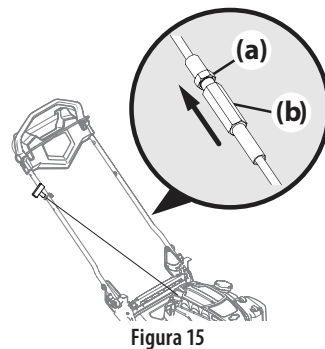

Figura 15
2. Control de la transmisión está apretado o difícil de tirar. Consulte la Figura 15 -